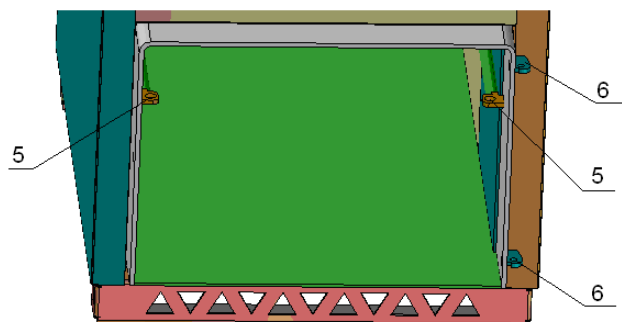

Рис.13 Крепление горелок УГТ-19S; УГТ-24S; УГТ-35S; УГТ-45S
6.3На кронштейны 6 (рис.13) для котлов КС-ТГ – 12/16S;
6.3 У котлов КС-ТГ-30/30S; КС-ТГ-40/40S для крепления горелок УГТ (рис.16) требуется: снять кронштейны 10 (левый и правый) с щитка горелки и установить на кронштейны 5 (рис.13,16)котла.